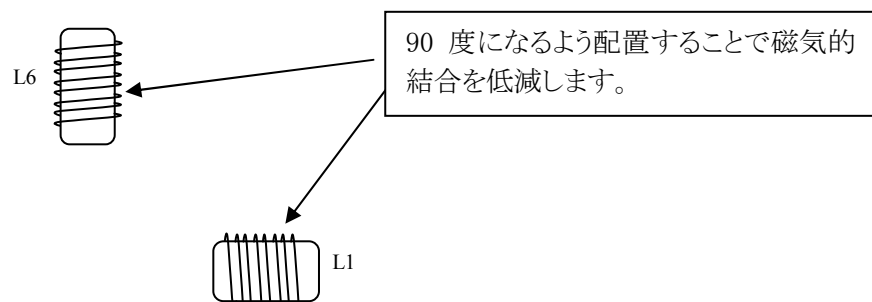

図 5.2.2 VCO インダクタとPAのチョークコイルの配置例
- 2.1. 図5.2.2のようにVCOタンクのインダクタL1とPAのチョークインダクタL6が磁氣的に結合しないよう、90度に配置してください。